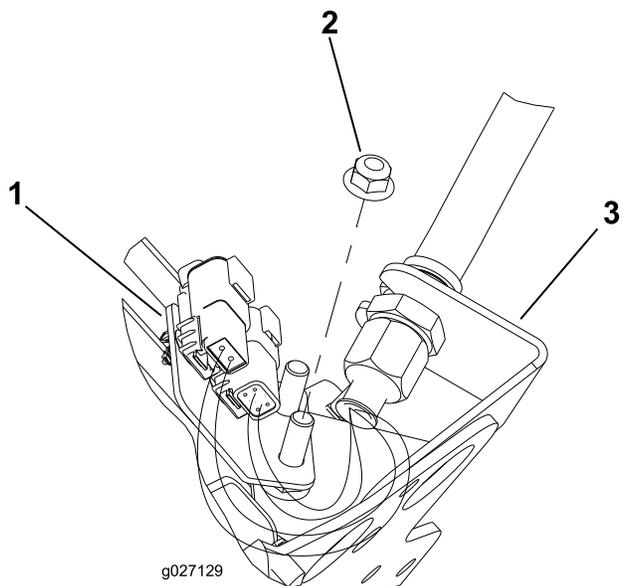
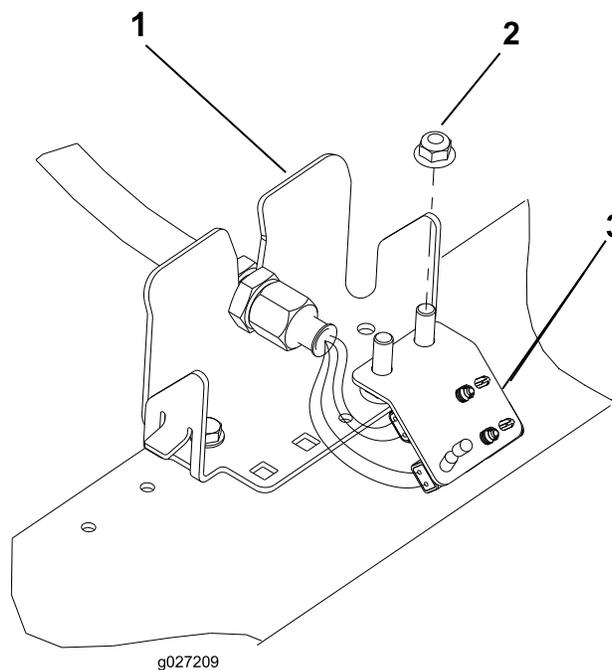

Figura 12
Figura 15
- Ripetete la procedura nelle 4 posizioni di supporto rimanenti, come illustrato nelle immagini da Figura 12 a Figura 15.